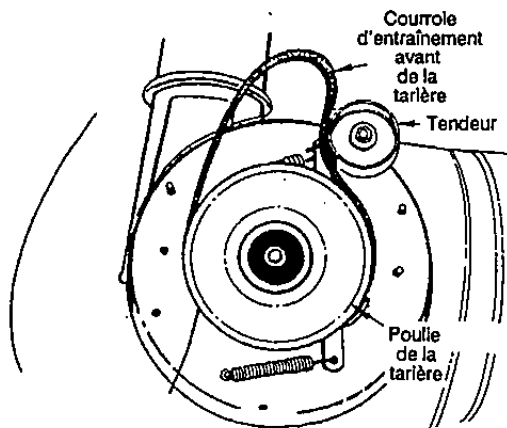

FIGURE 23
4. Pour démonter la courroie avant de la tarière, poussez le tendeur vers la gauche et dégagez la courroie de la poulie avant de la tarière. Voir la figure 23. Remplacez les deux courroies en procédant dans l'ordre inverse.